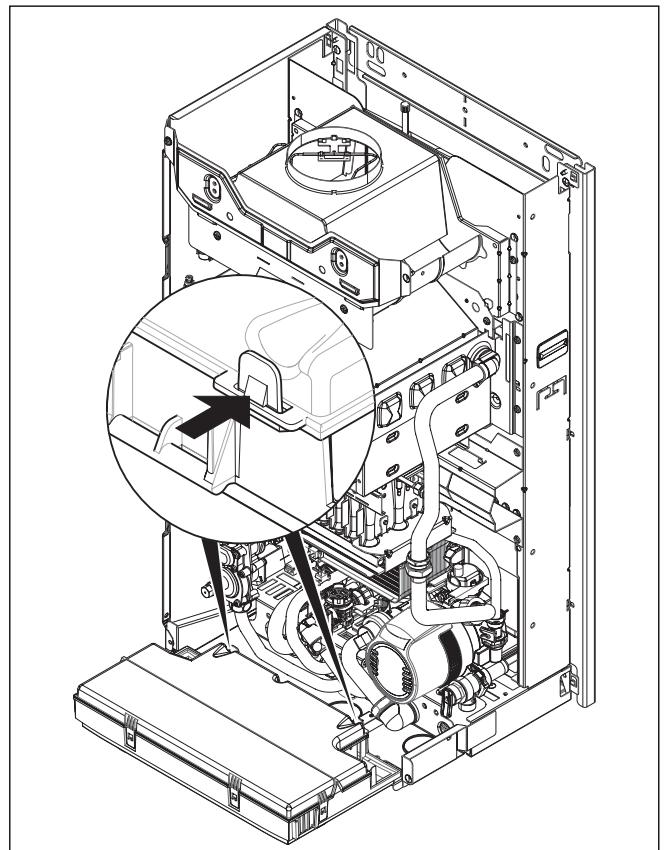

Abb. 5.6 Schaltkastenrückwand öffnen
- Verlegen Sie die Netzzuleitung zur Anschlussebene im Schaltkasten wie in Abb. 5.6 und 5.7 gezeigt.